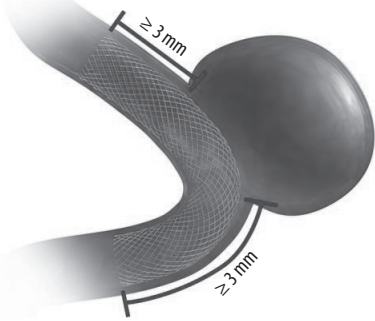

Figura 3. Ilustración de la zona de implantación y el cuello del aneurisma
- Elija un dispositivo Pipeline™ Vantage que tenga una longitud nominal que sea al menos 6 mm mayor que el cuello del aneurisma y ≥ 3 mm que la zona de implantación a ambos lados del cuello del aneurisma, consulte la Figura 3.
Si se observan una mala aposición de la pared o una deformación significativa del trenzado, en los extremos distal o proximal del implante, intente resolver la mala aposición utilizando un dispositivo adyuvante como una guía, un globo de angioplastia u otra endoprótesis. Compruebe que ambas zonas de implantación, distal y proximal, sean ≥ 3 mm y no estén bajo tensión, consulte la figura 3.